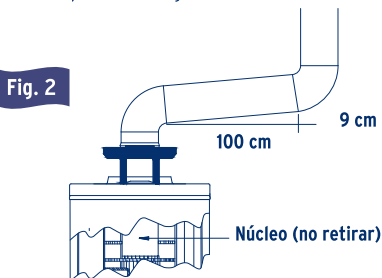

Fig. 2
4. Si por circunstancias especiales no existe un lugar disponible con ventilación adecuada, es indispensable instalar un tubo de salida de gases de combustión acoplado al difusor para que estos se envíen al exterior (ver diagramas de instalación Fig. 2). Sin embargo, en esta situación se debe asegurar que el suministro de aire sea suficiente para la combustión manteniendo una ventila abierta de forma permanente.